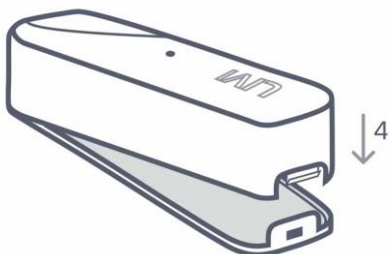

Рисунок 6.4 — Закрытие корпуса датчика открытия
- Закройте крышку датчика (см. рисунок 6.4), убедитесь, что защелки закрыты.